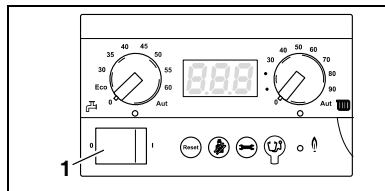

Fig. 24 Regolatore di base BC10
- Spegnere l'impianto di riscaldamento con l'interruttore di esercizio del BC10 (fig. 24, **pos. 1**).
- Spegnere l'impianto di riscaldamento con l'interruttore di esercizio del BC10 (fig. 24).
- Lasciare l'interruttore di esercizio del BC10 (fig. 24) in posizione "1".